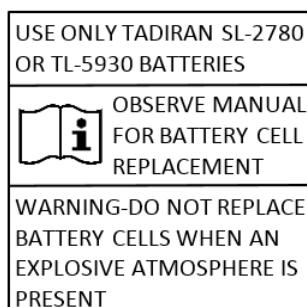

Рис. 5-1: Предупреждающая этикетка на батарейном блоке питания
- предназначены для замены элементов батареи. Они будут содержать этикетку, показанную на Рис. 5-1. Батарейные блоки питания без этой этикетки не могут открываться.